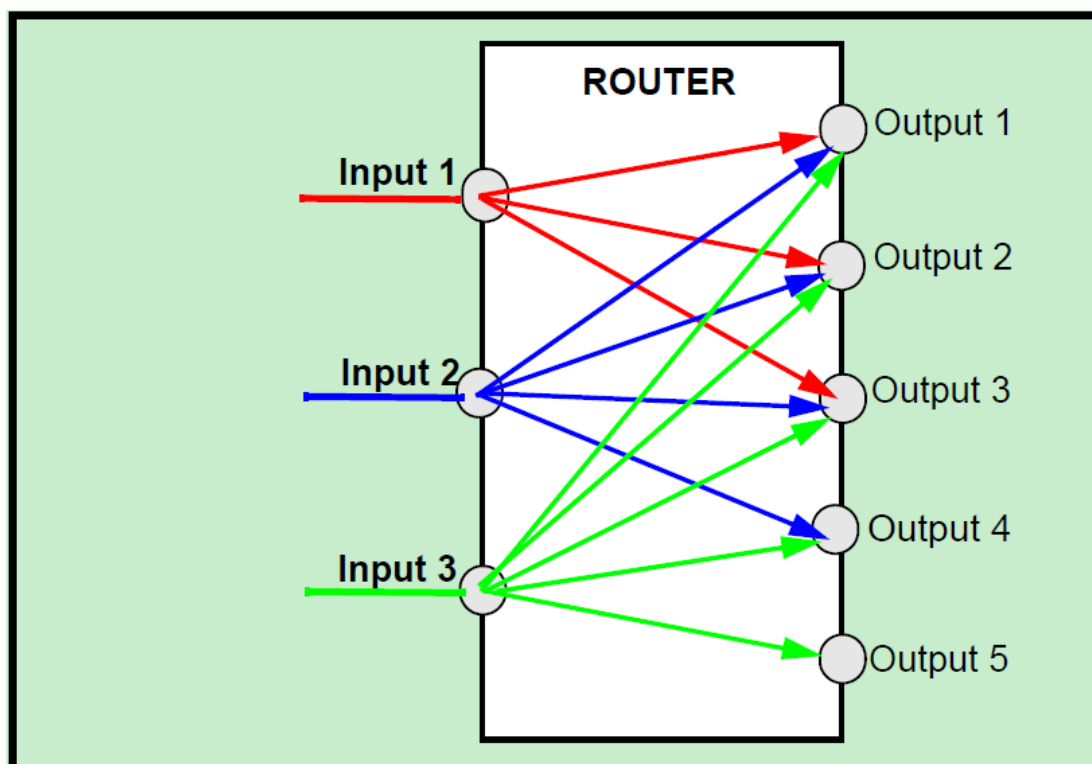

Figure 7.5. Schematic of Allowed Routing Options
- Input 1 可以选择 Output 1, 2, 3 (如图 7.5 所示)。